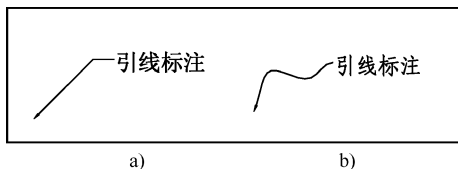

图 9-46 引线类型示例
系统提示：“输入选项 [ 类型 (T)/基线 (L) ] :” 其中“类型”可以选择直线、样条曲线或无引线，如图 9-46 所示；“基线”用于更改水平基线的距离和选择是否使用基线。
- 内容类型：用于指定要使用的内容类型，系统提示：“输入内容类型 [ 块 (B) // 无 (N) ] :” 其中“块”可以指定图形中的块用于文字注释；“无”用来确定无注释内容。